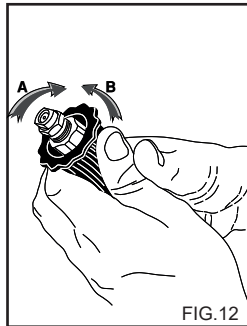

FIG.12
**USO DEL CABEZAL REGULABLE (accesorio opcional) (Fig. 12).**